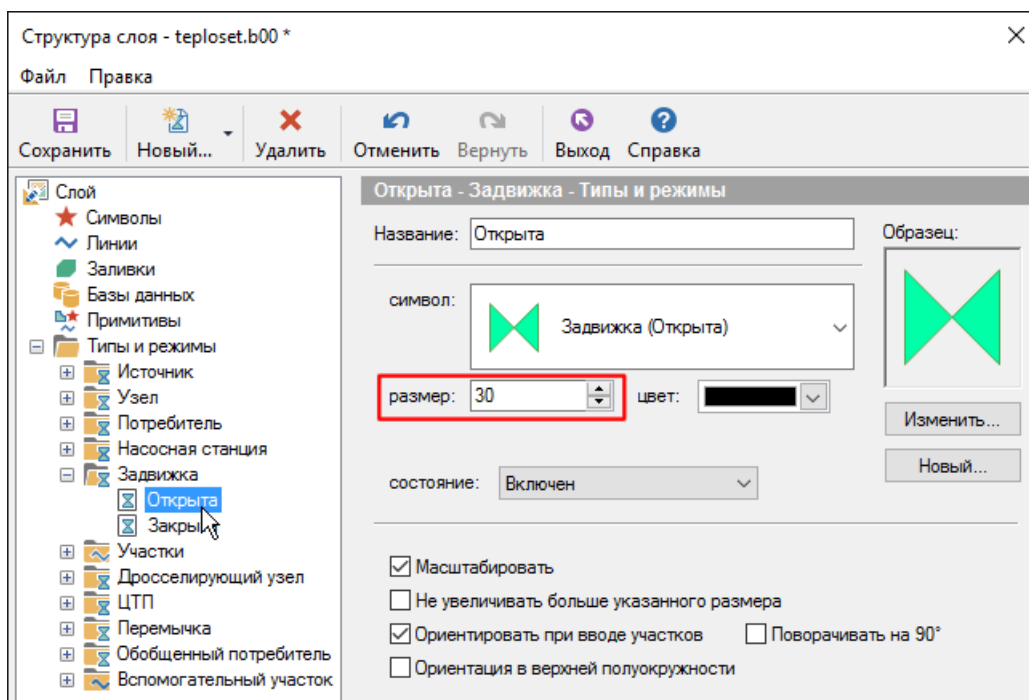

Рисунок 4.20. Изменение размера символа тепловой сети
1. В окне структура слоя () в дереве Типы и режимы щелчком левой кнопкой мыши выделить режим, для редактирования, например Задвижка Открыта (смотрите Рисунок 4.20, «Изменение размера символа тепловой сети»).